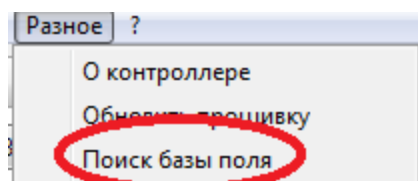

Рисунок 55 .Команда «Поиск базы поля»
3) Пункт «Поиск базы поля». Предназначен для поиска машинного нуля, рисунок 55